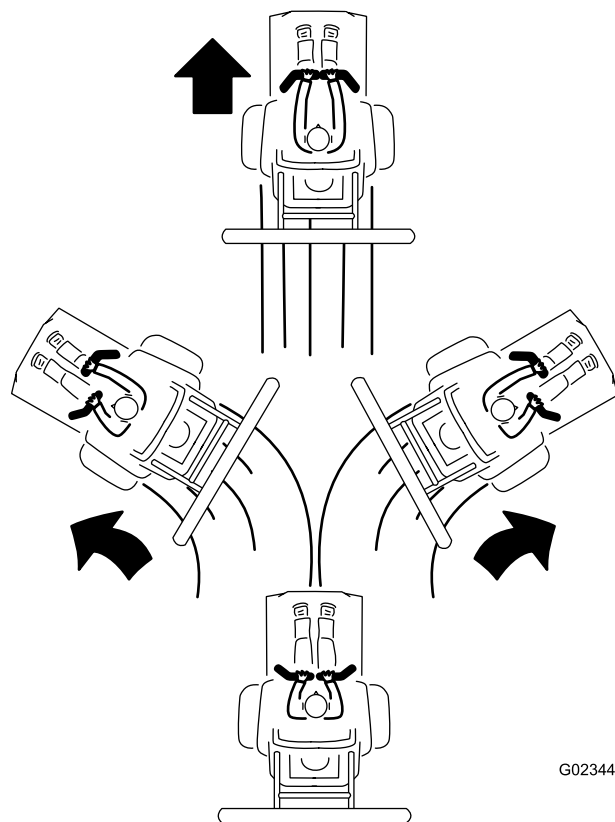

Figure 19
3. Pour faire avancer la machine, poussez doucement les poignées de commande vers l'avant (Figure 19).